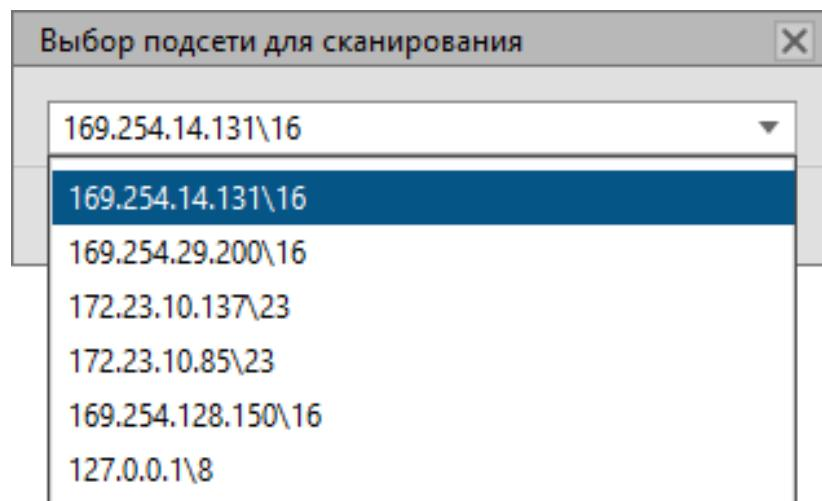

Рисунок 537 - Выбор подсети для сканирования
- Выберите из выпадающего списка подсеть для сканирования и нажмите **OK** (Рисунок 537).